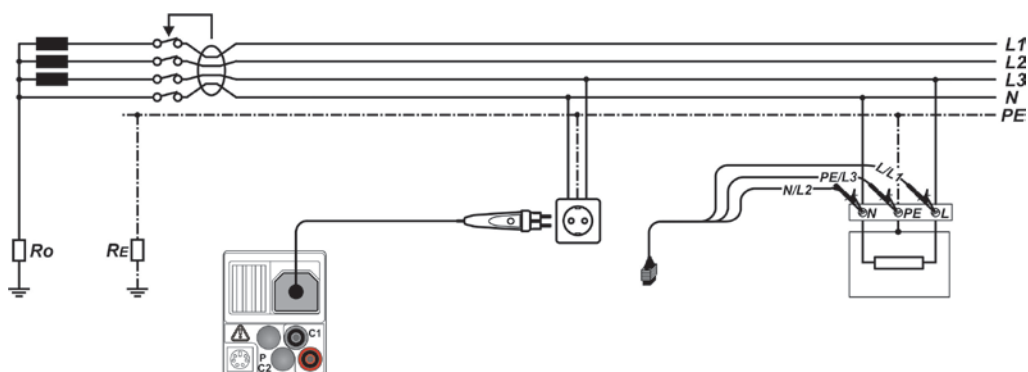

Рисунок 5.20: Подключение штепсельного щупа «plug commander» и 3-х проводного тестового кабеля
- **Подключите** испытательную проводку (выводы) к исследуемому компоненту (см. Рисунок 5.20: Подключение штепсельного щупа «plug commander» и 3-х проводного тестового кабеля
- **Подключите** испытательные провода (выводы) к исследуемому компоненту (см. Рисунок 5.20: Подключение штепсельного щупа «plug commander» и 3-х проводного тестового кабеля).
- **Подключите** измерительную проводку (выводы) к тестируемому элементу (см. Рисунок 5.20: Подключение штепсельного щупа «plug commander» и 3-х проводного тестового кабеля).
<ul style="list-style-type: none"> <li><input type="checkbox"/> Выберите функцию УЗО при помощи кнопок переключателя функций.</li> <li><input type="checkbox"/> Выберите подфункцию АВТО. Классификация результатов измерения <math>I_c</math> УЗО будет осуществляться одновременно с сохранением. Автоматическая проверка AUTO осуществляются одинаково независимо от выбранной подфункции. Тем не менее, важно выбрать соответствующую подфункцию, чтобы классифицировать правильно результаты измерений для учета в проверочной документации (отчетах об испытаниях).</li> <li><input type="checkbox"/> Установите тестовые параметры (при необходимости).</li> <li><input type="checkbox"/> Подключите испытательный кабель к прибору.</li> <li><input type="checkbox"/> Подключите измерительную проводку (выводы) к тестируемому элементу (см. Рисунок 5.20: Подключение штепсельного щупа «plug commander» и 3-х проводного тестового кабеля</li> <li><input type="checkbox"/> ).</li> <li><input type="checkbox"/> Для проведения испытаний нажмите на кнопку ПРОВЕРКА (TEST).</li> </ul>	Начало испытаний